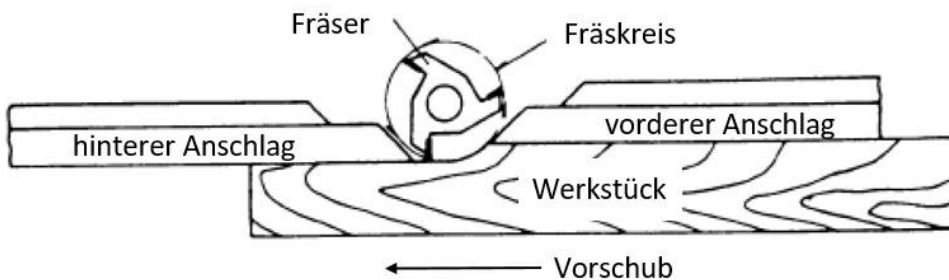

Abb.6-15: Vorderer Anschlag zu weit hinten
3. Der vordere Anschlag sollte so weit vorgeschoben werden, dass er das Werk berührt, wie in Abbildung 6-15 dargestellt. Der hintere Anschlag befindet sich dann in einer Linie mit dem Fräskreis.